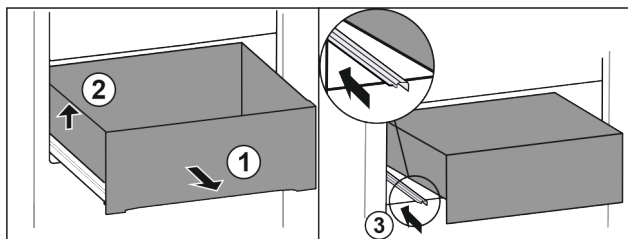

Fig. 74
- ▶ Vytáhněte zásuvku až na doraz. Fig. 74 (1)
- ▶ Nadzvedněte zásuvku vlevo. Fig. 74 (2)
- ▶ Zasuňte levou kolejničku. Fig. 74 (3)